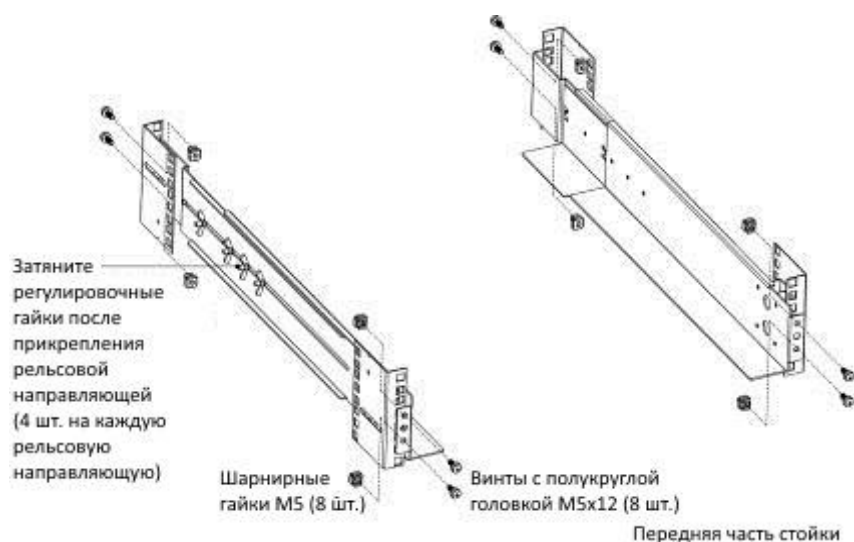

Рис. 5 Крепеж рельсовых направляющих
2. Выберите подходящие размеры в стойке для размещения ИБП (см. Рис. 5). Рельсовые направляющие располагаются в четырех позициях на передней и задней частях стойки.